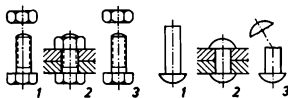

Bild 4
Zu Bild 4:
3. Erläutere, was durch die Gegenüberstellung Schraubenverbindung – Nietverbindung in Bild 4 gesagt werden soll!